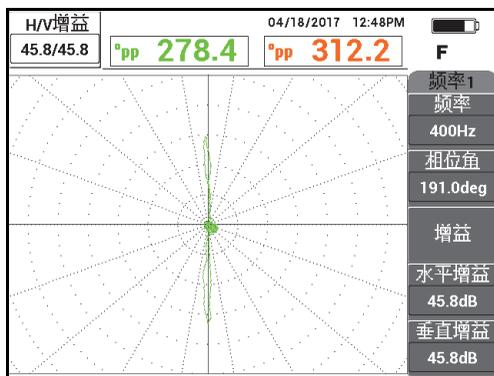

图 5-196 调节增益
5. 按增益键 (**dB**)，然后增加增益，直到穿壁孔的信号达到大约 4 到 6 个垂直分区的高度。按冻结键 (❄️)，启动信号采集操作 (参见第 249 页的图 5-196)。